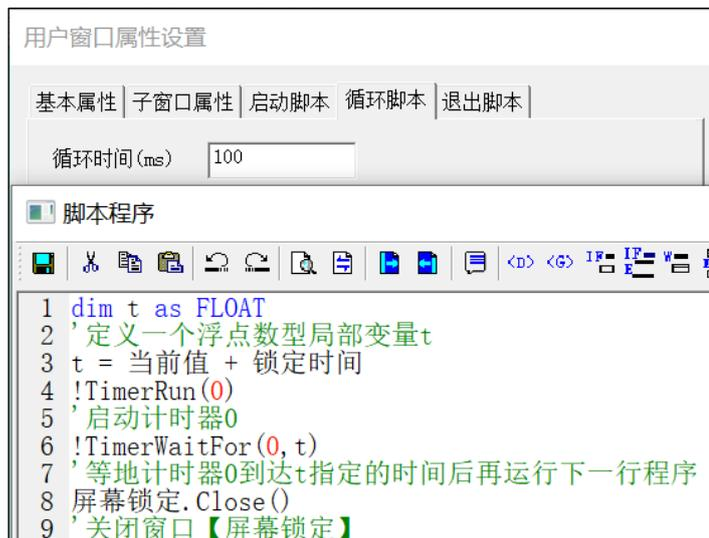

图 11.11-17 设置窗口循环脚本
- ⑤ 进入【循环脚本】功能页，设置循环时间为【100】ms，循环脚本程序如图 11.11-17 所示，它的作用是计时器 0 运行 t 秒后，关闭子窗口【屏幕锁定】。